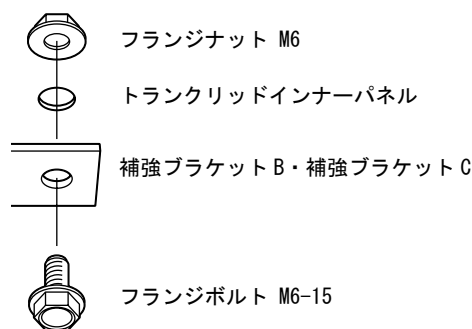

図 15
- (18) (17) で開けた穴に補強ブラケット B、補強ブラケット C を再度仮付けしてください。(図 14、図 15)